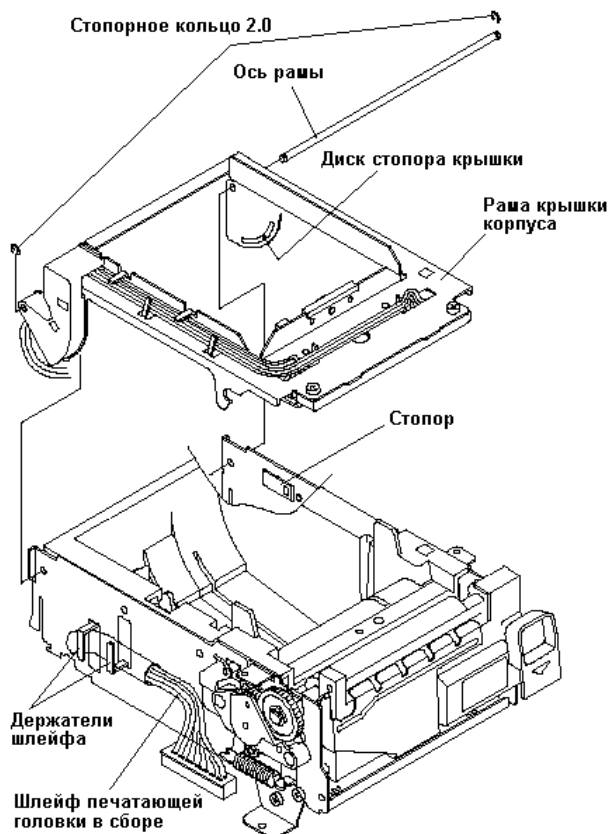

Рисунок 8 Отсоединение рамы крышки
Для отсоединения металлической рамы крышки печатающего устройства следуйте инструкции (см. Рис. 8):
3. Внутренняя трущаяся поверхность диска стопора крышки (см. Рис. 8).